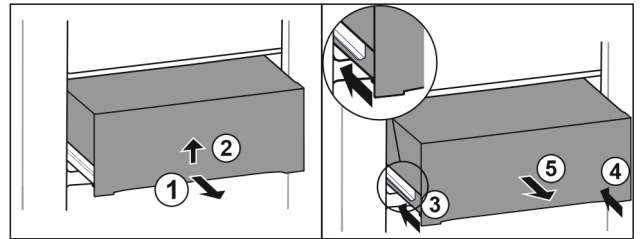

Fig. 56
- Lade er half uittrekken. Fig. 56 (1)
- Lade aan de onderkant optillen. Fig. 56 (2)
- Linker rail erin schuiven. Fig. 56 (3)
- Rechter rail erin schuiven. Fig. 56 (4)
- Lade naar voren toe verwijderen. Fig. 56 (5)